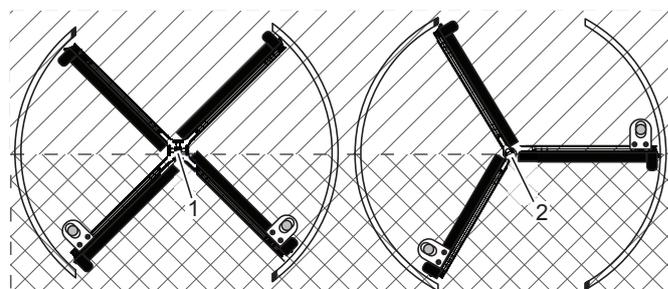

Рис. 121 Положение запираения
10. Выровнять карусельную дверь вручную относительно положения запираения (рис. 121/1 или 2).